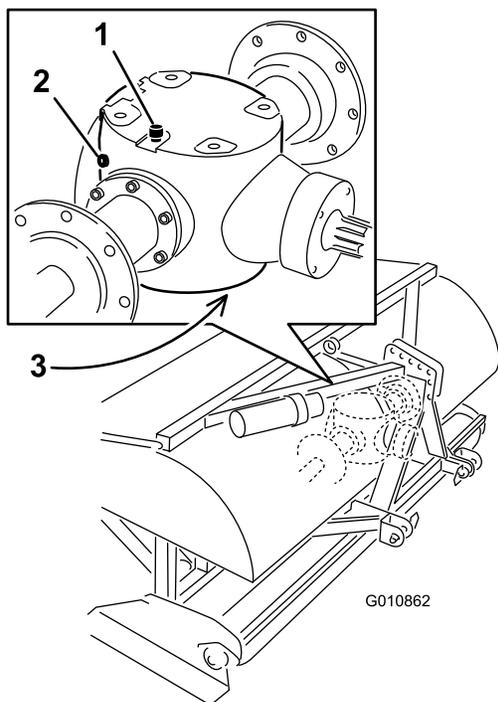

図 45
2. ギアボックスの点検プラグを外す (図 45)。
3. 点検プラグの穴のふちまで油量があればよい (図 45)。
1. 内部に異物が侵入しないよう、通気/補給プラグおよびドレンプラグの周囲をきれいに拭く (図 45)。